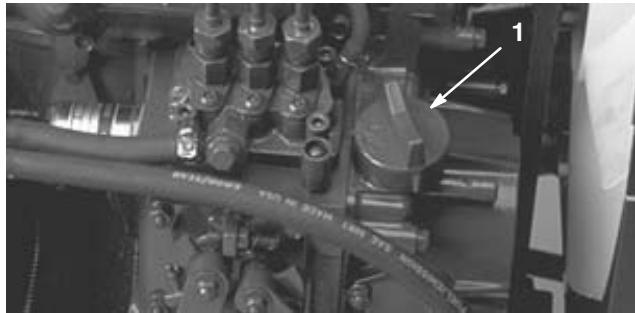

Figure 11
- Si le niveau est bas, retirez le bouchon de remplissage (Fig. 11) et versez progressivement de petites quantités d'huile, en vérifiant fréquemment le niveau, jusqu'à ce que l'huile atteigne le repère du plein (FULL) sur la jauge.